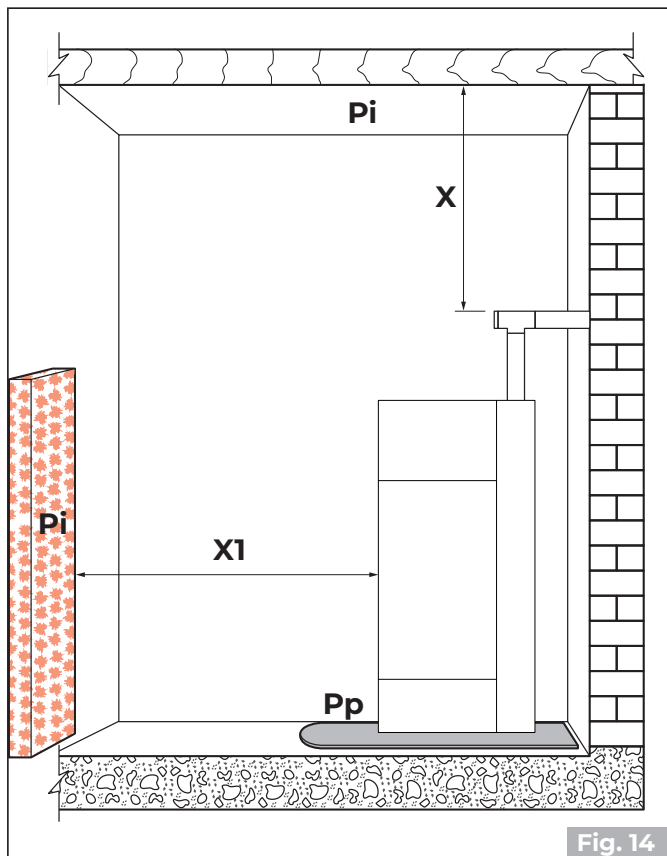
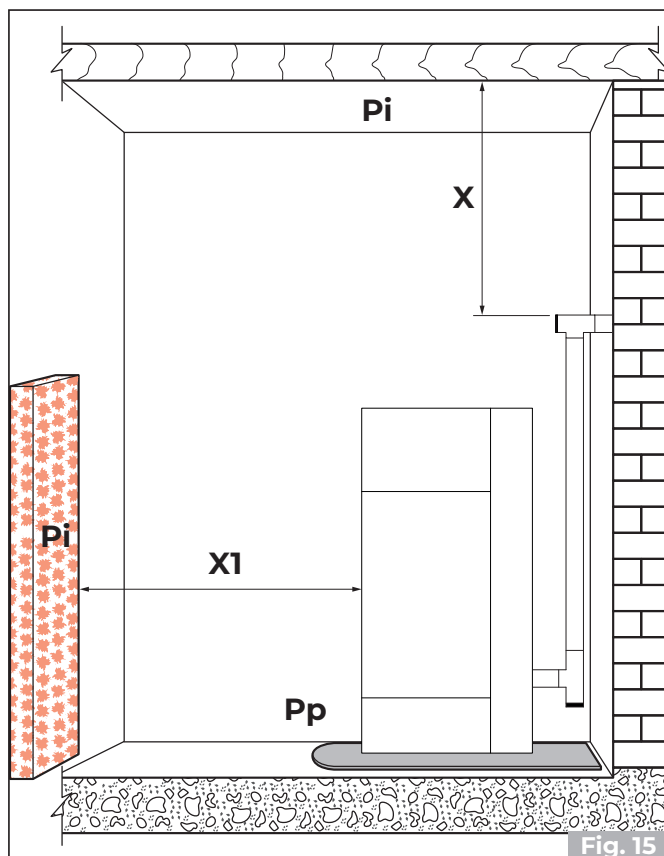

Fig. 14
Fig. 15
Si ricorda di rispettare la distanza minima dai materiali infiammabili (X), riportata sulla targhetta identificativa dei tubi usati per realizzare il camino (Fig. 14 - Fig. 15).